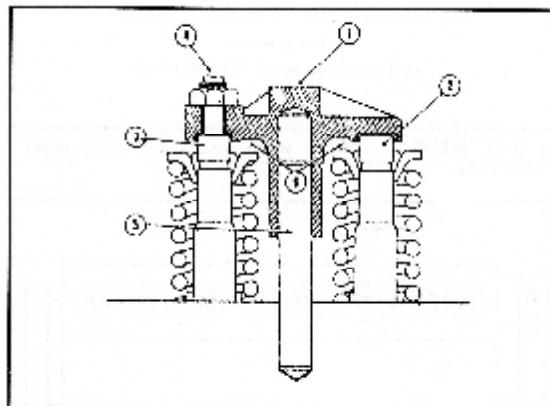

Рис. 2-56. Крестовина клапана
- Ослабьте контргайку регулировочного винта крестовины и открутите винт (4, Рис. 2-56) на один оборот.
- Ослабьте контргайку регулировочного винта, выкрутите винт на один оборот (4, Рис. 2-56)
- Нажатием пальца удерживайте крестовину (1) прижатой к штоку клапана (2). Регулировочный винт не должен касаться штока клапана.
- Проверьте зазор (6) между крестовиной и пружинным фиксатором клапана. Он должен быть минимум 0,64 мм.